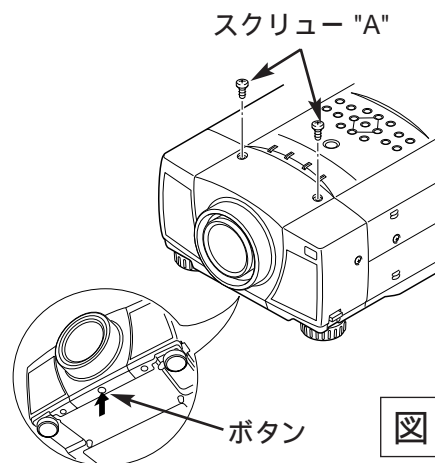

図 1
① レンズカバー及び遮光プレートを外す。 (図 1、2 参照)